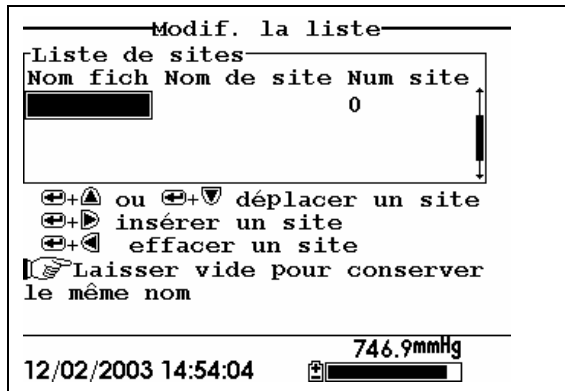

Figure 9.7 Ecran Modifier une liste de site
7. Appuyez sur la touche **Entrée**. L'écran modifier une liste de site est affiché. Reportez vous à la Figure 9.7 Ecran Modifier une liste de site. Le champ **Nom de fichier** est prêt à recevoir votre entrée.